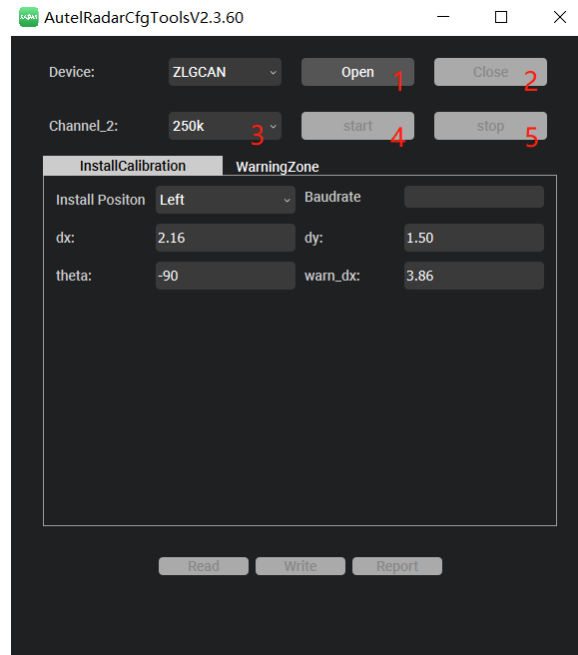

Abbildung 2-4 AutelRadarCfgTools-Schnittstellensymbol
Für die Parametrierung der Radareinbauposition verwenden Sie bitte ein Windows PC mit von uns zur Verfügung gestellten CAN Box und unsere Software AutelRadarCfgTools. Verbinden Sie zuerst die CAN Box mit Radarsensor via CAN 2.0 Schnittstelle, siehe Tabelle 1-2. Die Arbeitsschritte sind in Abbildung 2-4 unten dargestellt:
- (1) Stellen Sie die Kommunikation zwischen dem AutelRadarCfgTools und dem Radargerät her, wie in Abbildung 2-4 in Abschnitt 2.1 beschrieben. Dieser Schritt ist nicht erforderlich, wenn das Radar bereits mit dem Client verbunden ist.
- (2) Klicken Sie auf die Taste „Report“ in der rechten unteren Ecke und das folgende Fenster wird angezeigt. Geben Sie Ihren Namen, Ihre Fahrzeugidentifikationsnummer und Ihr Kennzeichen ein und klicken Sie auf „Generate“, um automatisch einen Radarkonfigurationsbericht auf Ihrem Computer-Desktop zu erstellen.